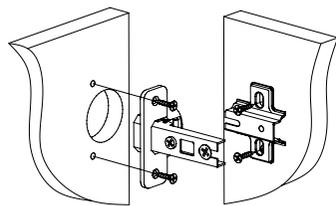

Рис.2
- При помощи шурупов 3,5х16 установить петли на дверь и ответные планки петель на боковину 4 (Рис. 2).